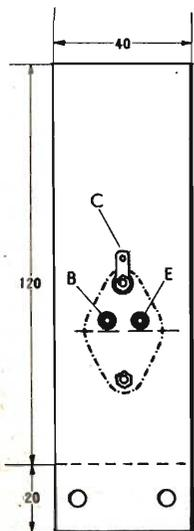
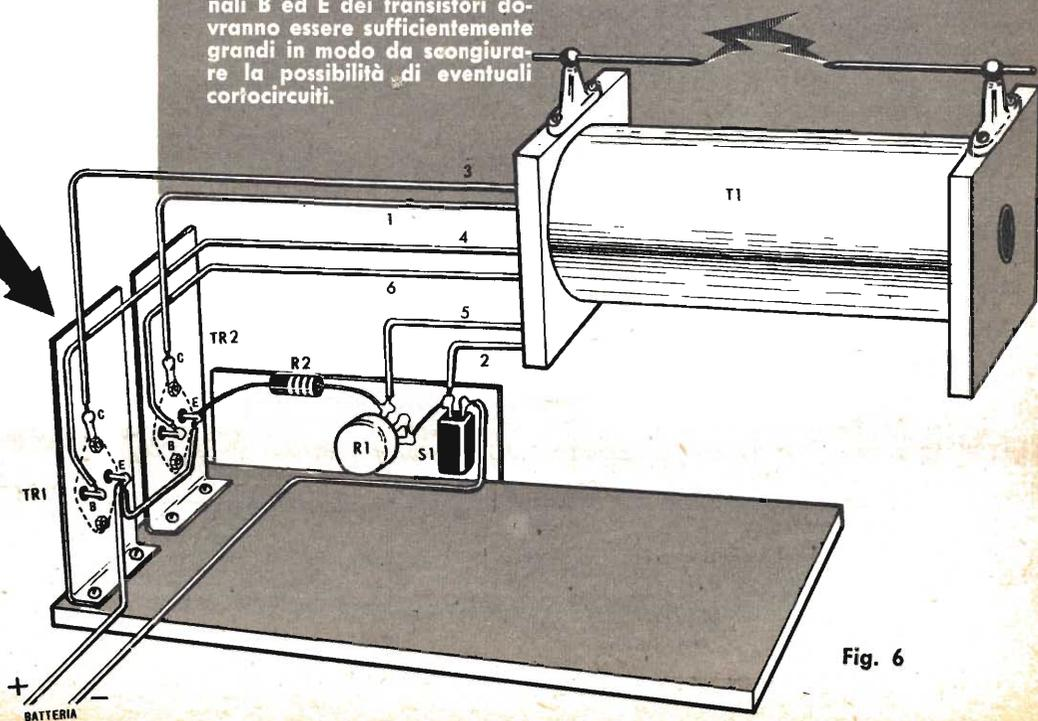

Fig. 5
Fig. 6
**Fig. 5** - Innestate la spina del trasformatore dei campanelli nella presa di corrente ed immediatamente l'elettricità che fluisce, nel circuito elettrico illuminerà nel quadrante la lampadina corrispondente alla linguetta che la freccia, sotto l'impulso del vento, ha toccato.
**Fig. 6** - Potete realizzare il quadrante che vedete in figura dipingendo direttamente sul vetro la «rosa dei venti» oppure ritagliandola da un foglio di carta scura non trasparente che incollerete poi sul vetro che lo divide dalle lampadine, disposte in modo da corrispondere ai punti cardinali così come vi mostra lo schema elettrico.
Di questi nove fili, uno è quello che parte dalla linguetta che la « spazzola », fissata centralmente al perno della freccia, tocca sempre; esso andrà separato dagli altri e collegato come vedesi in fig. 5 ad un terminale di un trasformatore da campanello da 5 watt che eroghi sul secondario una tensione di 4 volt, da cui partirà il filo diretto alla presa di alimentazione. Gli altri otto fili vanno collegati ad otto supporti fissati ad
Le lampade sono collegate fra di loro a da questo collegamento parte uno spezzone di filo che va al secondo terminale del trasformatore nel modo indicato in fig. 5.
Sistamate ora il cerchio recante le lampadine entro il quadrante, che in tal modo diverrà luminoso (v. fig. 6). Nella fig. 5 potete vedere che a fianco delle lampadine sono indicati i quattro punti cardinali; fate perciò in modo che tali segni corrispondano alla « rosa dei venti » che avete dipinto sul quadrante ed il vostro lavoro è terminato. Ricordate tuttavia di separare le lampadine all'interno del quadrante a mezzo di settori di cartoncino e questo affinché la luce di una sola lampadina non si manifesti attraverso gli altri fori in corrispondenza dei punti cardinali.